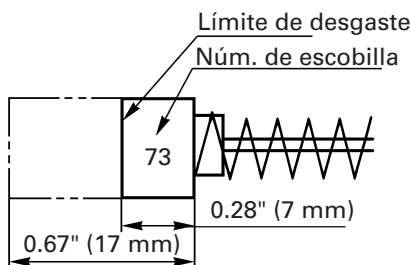

Fig. 20
## 4. Inspeccionar los escobillas de carbón (Fig. 20)
**NOTA:** Utilice las escobillas HITACHI Núm. 73 indicadas en la Fig. 20.